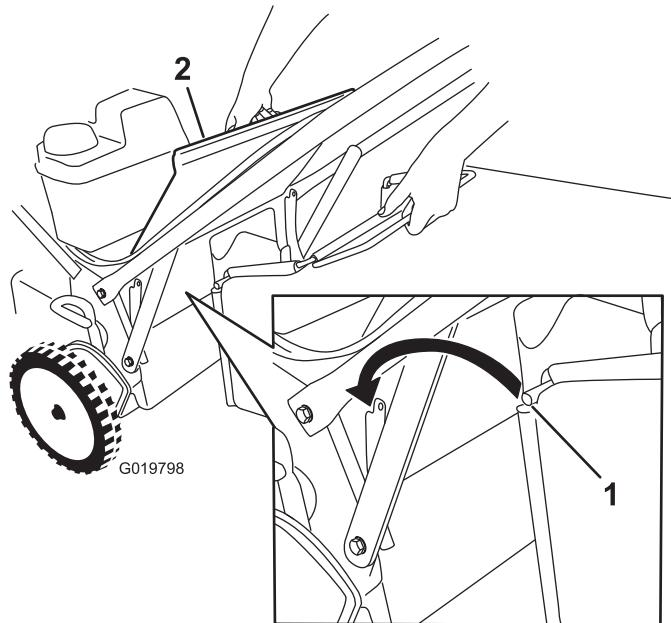

Figure 23
1. Soulevez le déflecteur arrière et maintenez-le dans cette position (Figure 23).
3. Placez la tige du bac dans les crans à la base du guidon et agitez le bac devant en arrière pour vous assurer que la tige est bien engagée au fond des deux crans; voir Figure 23.